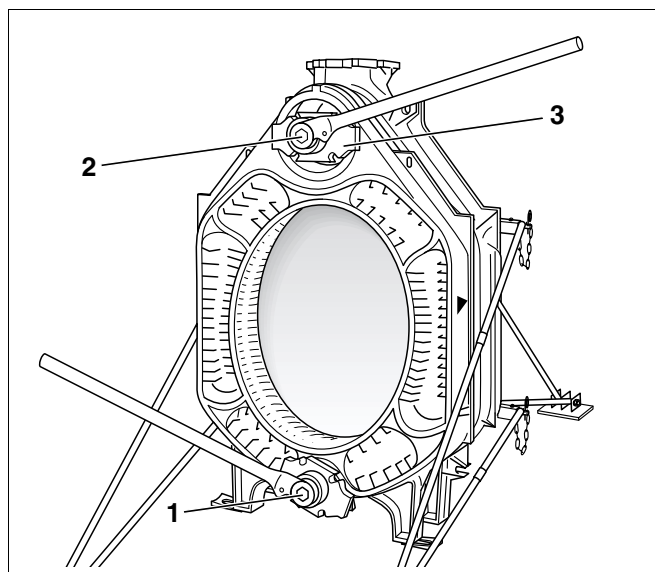

Fig. 19 Bruk av kjeltrekkeverktøy
Bruk kjeltrekkeverktøy i størrelse 2.2 eller 2.3 (Fig. 4 hhv. Fig. 5 og Fig. 19, **Pos. 1** og **2**).
- Skyv trykkflensene (Fig. 19, **Pos. 3**) med spennmutter på trekkstengene (Fig. 4, Side 14 hhv. Fig. 5, Side 14, **Pos. 4**).